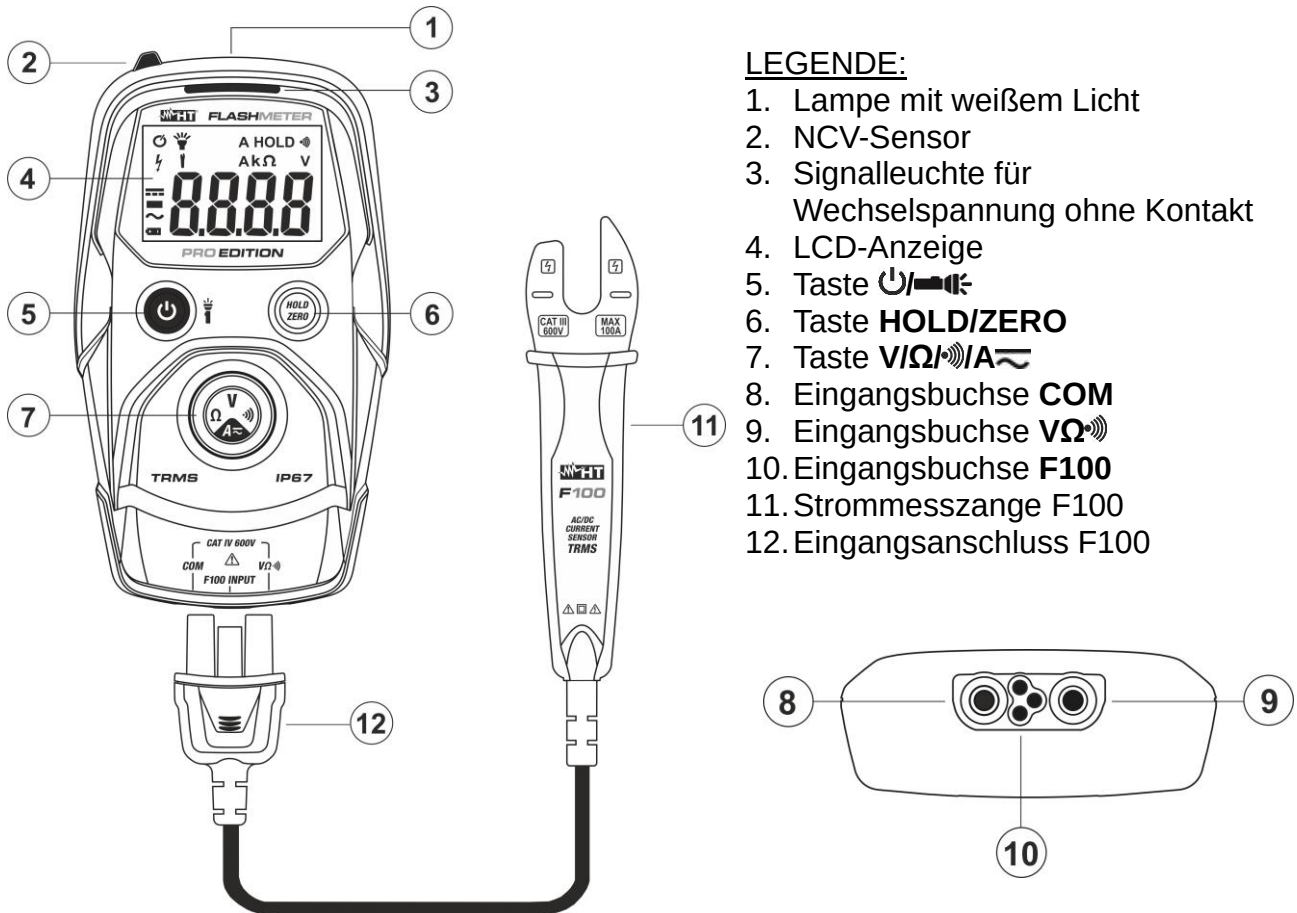

Abb. 1: Beschreibung des Geräts
Drücken sie die Taste , um das Gerät einzuschalten. Drücken und halten Sie die  Taste für ca. 1 Sekunde, um das Gerät auszuschalten. Drücken Sie bei eingeschaltetem Gerät die Taste , um die integrierte Weißlichtlampe zu aktivieren/deaktivieren (siehe Abb. 1 - Teil 1). Auf dem Display wird das Symbol "" angezeigt.
Das Gerät ermöglicht die Ermittlung von Wechselspannung ohne Kontakt durch den NCV-Sensor auf der Oberseite des Geräts (siehe Abb. 1 – Teil 2).
3. Das Einschalten der roten Signalleuchte (siehe Abb. 1 – Teil 3) zeigt, dass Wechselspannung vorhanden ist.